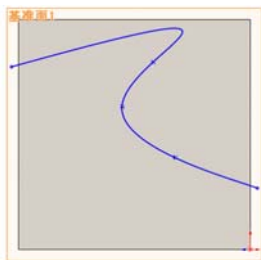

图 6-30 绘制的样条曲线
**06** 绘制样条曲线。在菜单栏中选择“工具”→“草图绘制实体”→“样条曲线”命令,在上一步设置的基准面上绘制一个样条曲线,结果如图 6-30 所示,然后退出草图绘制状态。